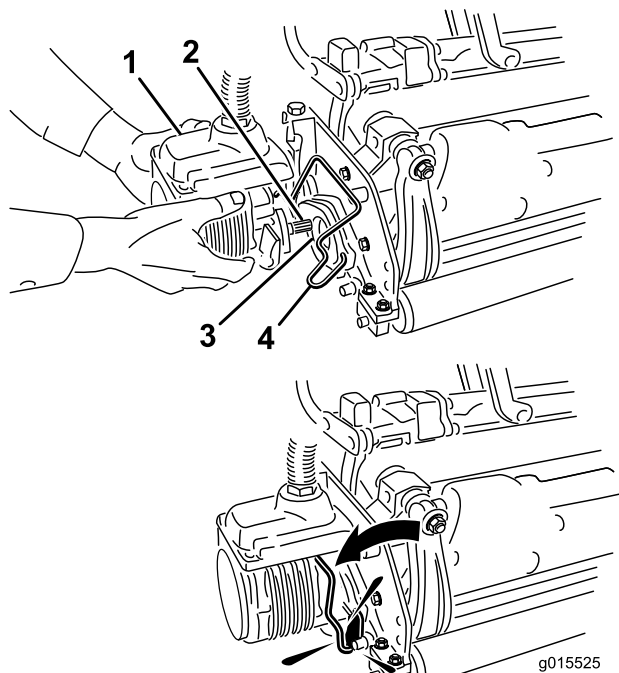

Figura 35
6. Spalmate del grasso pulito sull'albero scanalato del motore dell'apparato di taglio (Figura 35).
7. Inserite il motore nel lato sinistro dell'apparato di taglio (come mostrato dalla posizione dell'operatore) e tirate la barra di fissaggio del motore sull'apparato di taglio verso il motore stesso fino a udire chiaramente uno scatto da ambo i lati del motore (Figura 35).